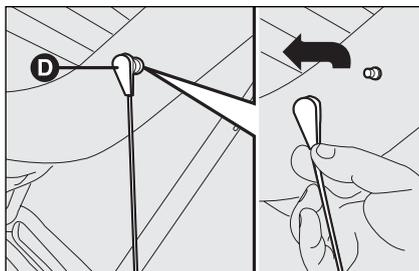

fig. 101
- enlever la plage arrière (tablette arrière) en délivrant les extrémités supérieures **D-fig. 101** des deux tirants, en dégageant les œillets des pions et en les poussant dans la direction de la flèche;